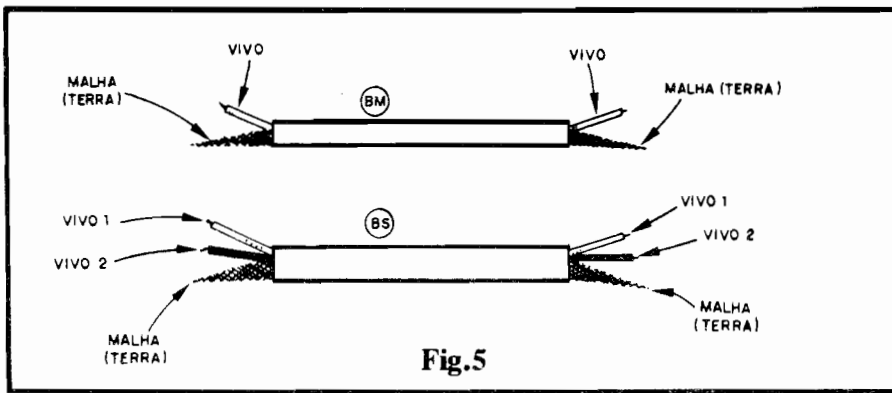

Fig.5
- **FIG. 5 - DETALHAMENTO DA CABAGEM BLINDADA**... - Os cabos blindados, mono e estéreo, nos diagramas (principalmente na figura 4...) são todos estilizados conforme mostra o diagrama, onde claramente se